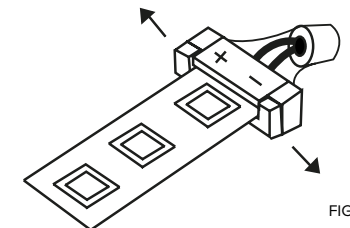

FIG 6.
6. Sluit de connector aan op de 24V led driver en schakel de spanning in om te controleren of de connector op de juiste manier is aangesloten. Controleer door lichte bewegingen of de connector stevig is verbonden met de ledstrip (zie fig 6). Als alles naar behoren functioneert kan de strip gemonteerd worden.